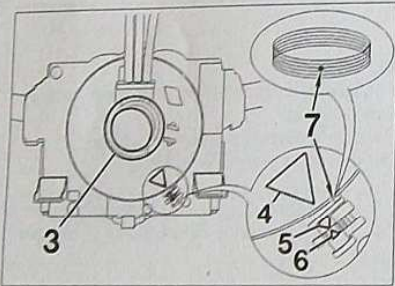

FIG. 5
Appuyer au centre du contacteur tournant (3) (Fig.5).